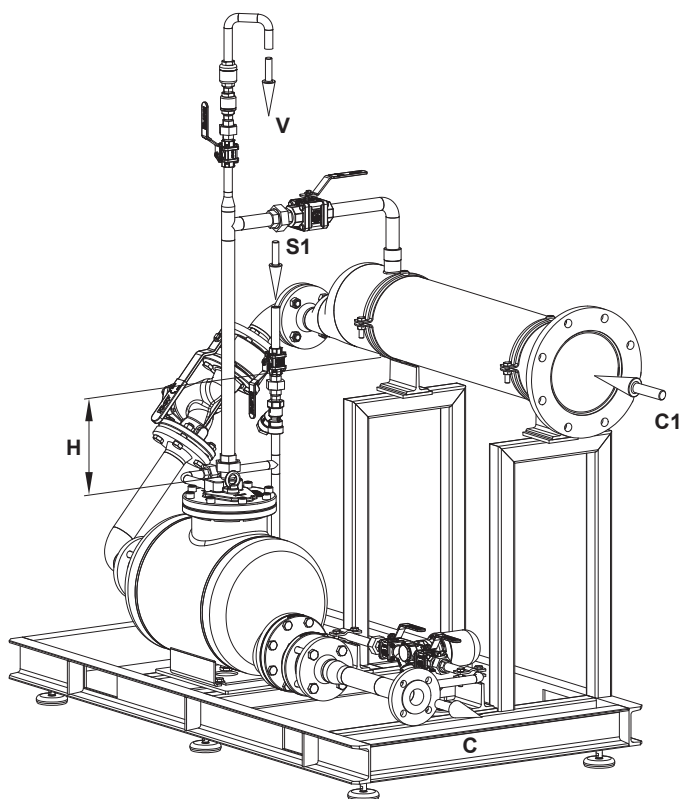

Fig. 1
Remark: La tête de remplissage "H" est illustrée à la figure 1.
7. Hauteur de remplissage disponible (H) en mm ou toute autre dimension permettant sa détermination. Voir Fig. 1.